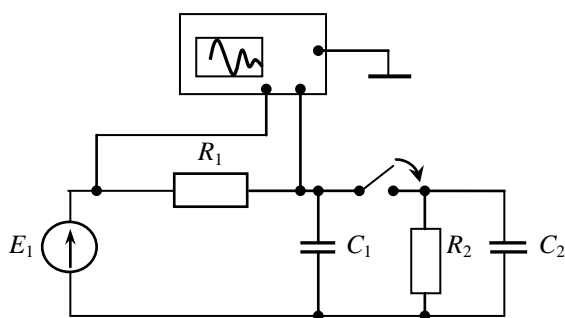

Рис.20. Электрическая схема с RC -элементами при некорректных начальных условиях
Задание 5. Исследовать цепь с двумя параллельно включенными конденсаторами (рис.20) при некорректных начальных условиях.
1. Собрать электрическую схему (см. рис.20) и измерить постоянную времени после включения переключателя.